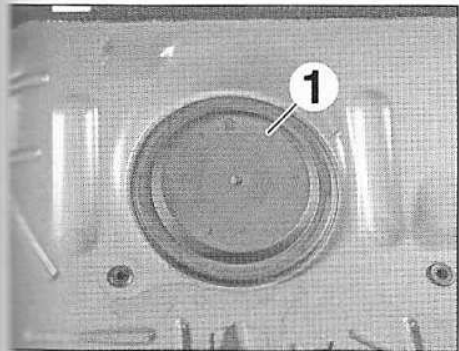

FIG.45
- Déposer la trappe d'accès (1) à la jauge à carburant (Fig.45).